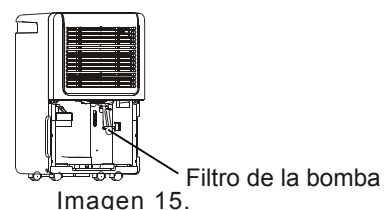

Imagen 15.
- Limpiar el filtro de la bomba. -Retire el recipiente de la unidad, retire la bomba y limpie el filtro de la misma (consulte Imagen 15).